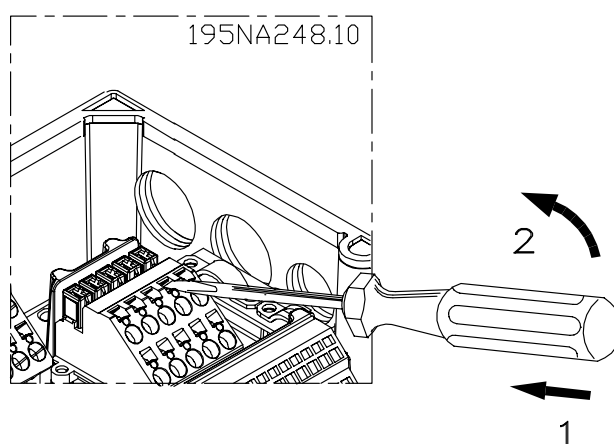

Abbildung 2.7 Öffnen der Klemmen
1. Öffnen Sie den Kontakt durch Einsetzen eines kleinen Schraubendrehers in den Schlitz über dem Kontakt, wie in *Abbildung 2.7* gezeigt.